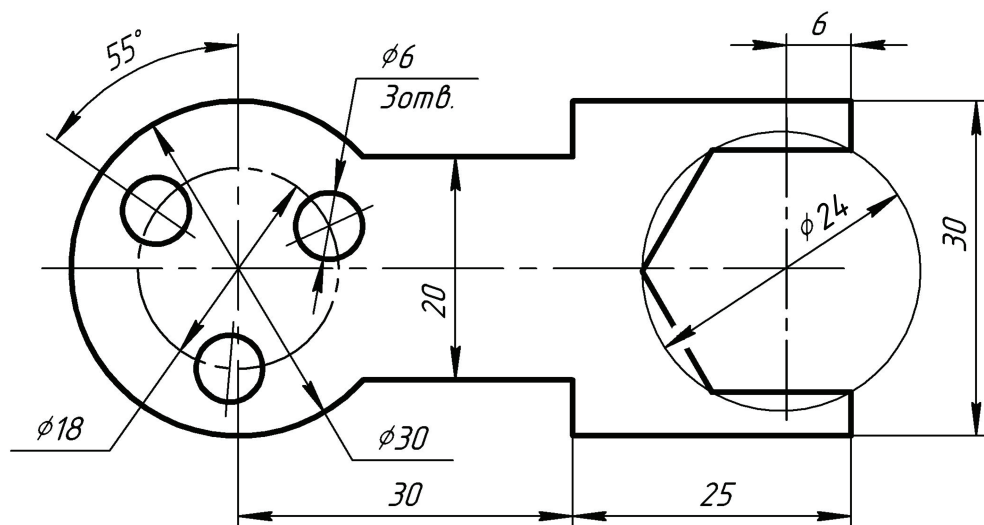

Рис. 1
**Задача:** Построить контур по размерам, указанным на рис. 1, затем контур выдавить толщиной 5 мм.
Для контура на рис. 1 одной из возможных точек начала построения является центр дуги окружности диаметра 30 мм. Начнем построение контура с этой дуги, а ее центр расположим в точке с координатами (0, 0).